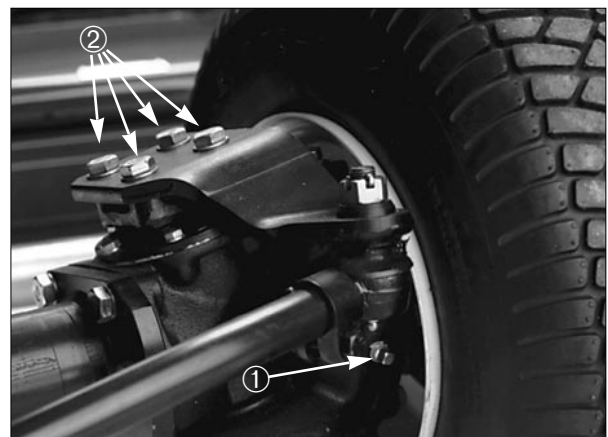

Figure 7
2. Retirer l'obturateur de contrôle à chaque extrémité de l'essieu et vérifier que l'huile atteint la base de l'orifice. Si le niveau est bas, déposer un boulon de montage au-dessus de chaque obturateur et rectifier le niveau jusqu'à ce qu'il atteigne la base de l'orifice (Fig. 7).